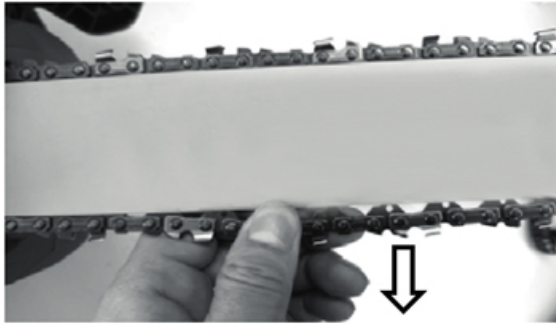

Рисунок 9. Схема перевірки натягу ланцюга.
2. Взяти рукою нижню частину ланцюга та потягнути її униз – напрямні ланки ланцюга не мають вийти за межі напрямної «шини» (рис. 9). Зазор між напрямними ланками ланцюга та «шиною» – повинен бути в межах 1-3 мм.